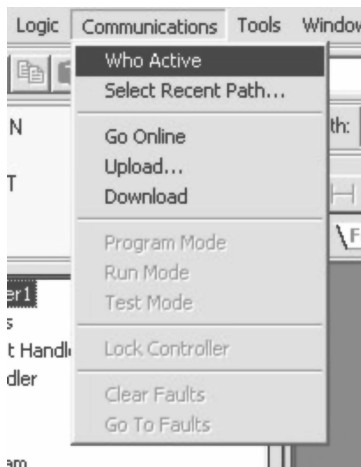

图 4-1 通信 (Communications) 菜单
2. 在“通信”(Communications)菜单中，选择“在线节点”(Who Active)，如图 4-1 所示。